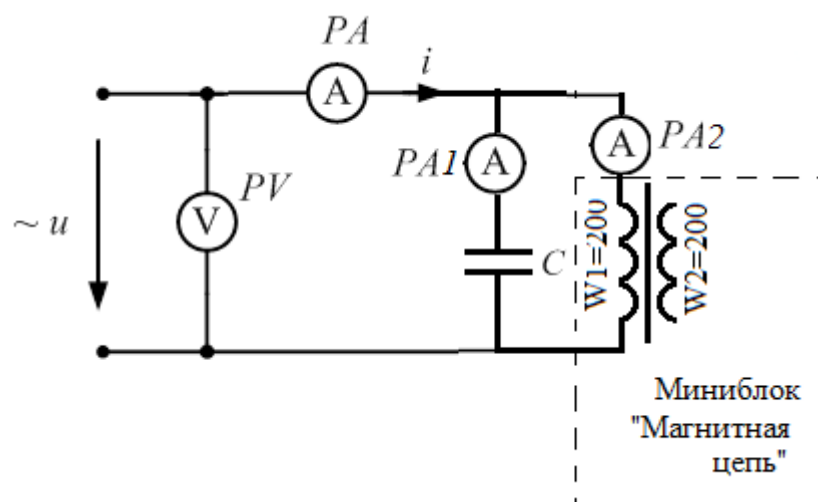

Рисунок 3.7 - Электрическая схема с параллельным соединением катушки с ферромагнитным сердечником и линейной емкости
10. Постройте график U(I) и сравните его с экспериментальным графиком. Объясните расхождение результатов.
12. Соберите схему (рис. 3.7), установите ту же величину емкости. Плавно изменяя напряжение в пределах от 0 до 6В, определите напряжение, при котором ток